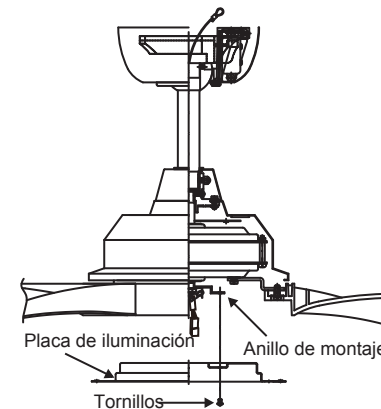

Fig. 16
Paso 1. Afloje los dos tornillos del anillo de montaje unido al eje del motor y "retire" y guarde el tercer tornillo. (Fig. 16)